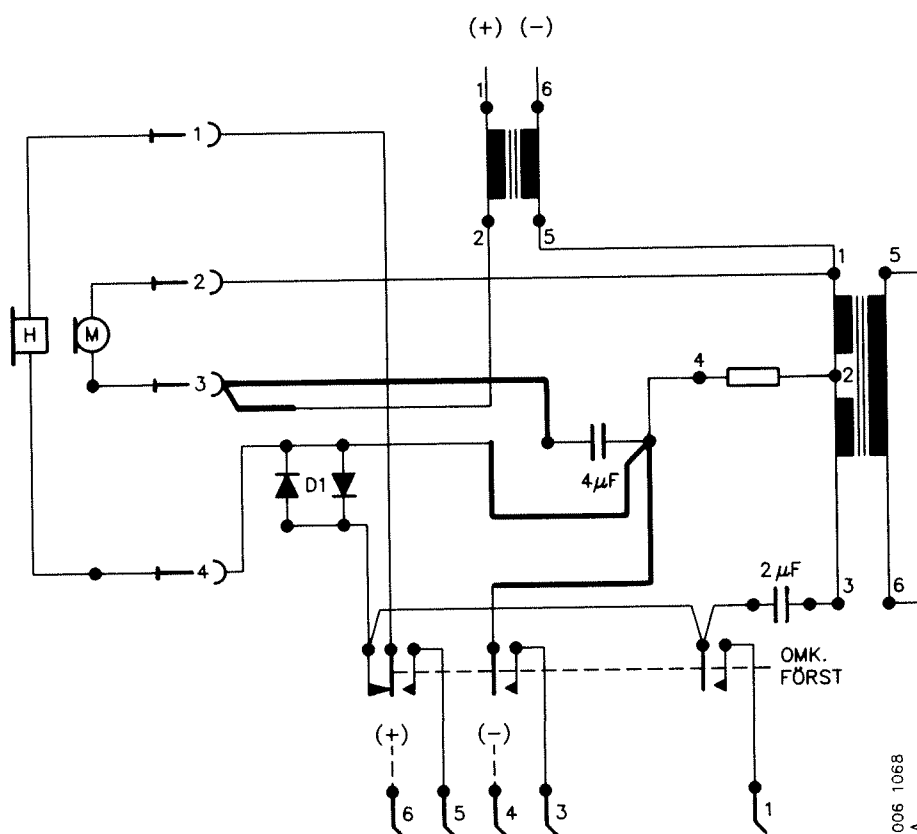

Bild 15. Koppling av talanordning rr-ls 2 efter modifiering
- Flytta de bortlödda förbindelserna, se bild 15. Dra en ny förbindelse mellan anslutningsjackens stift 3 och $C=4\ \mu\text{F}$.